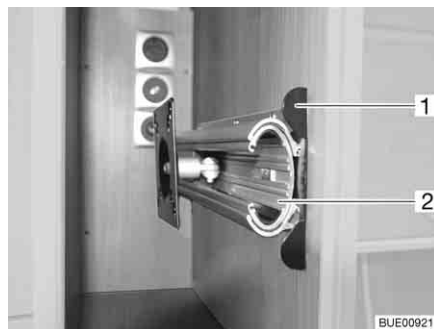

Fig. 73 Soporte en el armario de TV
- Hundir el listón de bloqueo (Fig. 73,1).
- Extraer el dispositivo de extracción (Fig. 73,2) hasta el tope.
- Introducir el dispositivo de extracción (Fig. 73,2) hasta que engatille el listón de bloqueo (Fig. 73,1).